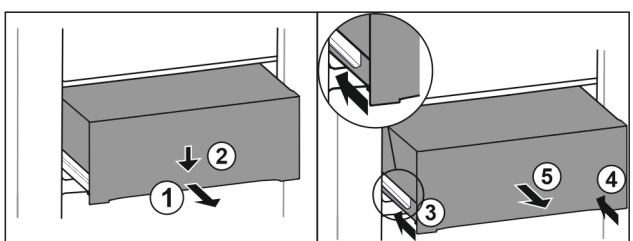

Fig. 100
- ▶ Tirer le tiroir jusqu'à mi-chemin. Fig. 100 (1)
- ▶ Appuyer sur l'avant du tiroir vers le bas. Fig. 100 (2)
- ▶ Insérer le rail gauche d'env. 2 cm. Fig. 100 (3)
- ▶ Insérer le rail droit d'env. 2 cm. Fig. 100 (4)
- ▶ Retirer le tiroir par l'avant. Fig. 100 (5)